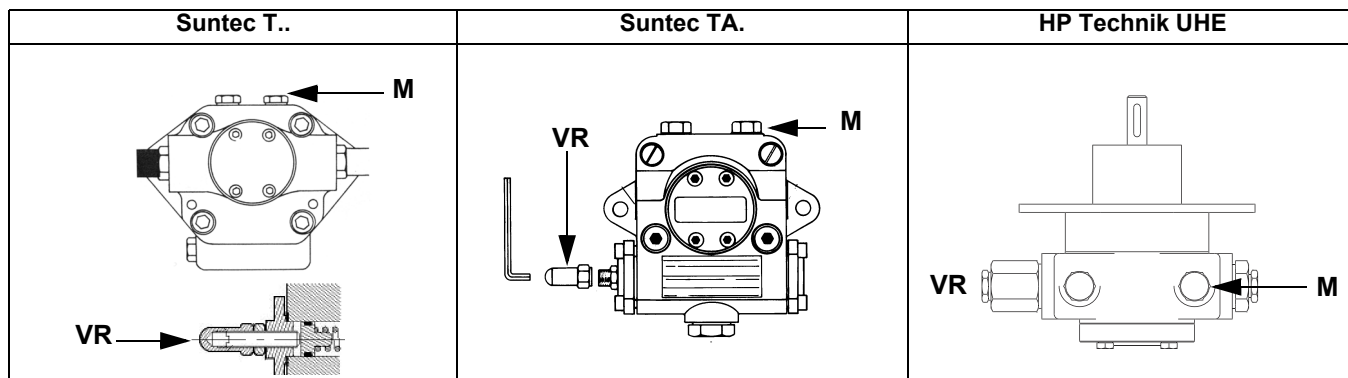
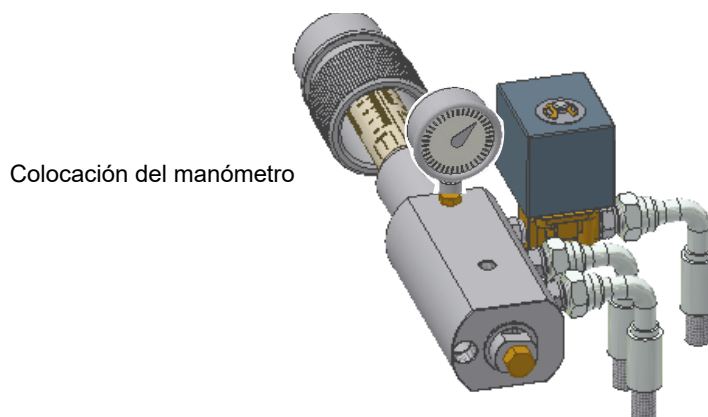

Fig. 16
Fig. 17
- 3 purgar el aire de la conexión (**M**) manómetro de la bomba (Fig. 16), aflojando levemente el tapón, sin quitarlo; luego soltar el contactor;
- 5 La presión de alimentación de la boquilla ya es previamente calibrada en fábrica y no debe ser modificada. Sólo si fuera necesario, regular la presión de alimentación (véase apartado correspondiente) de la siguiente manera: colocar un manómetro en la posición indicada en Fig. 17 intervenir en el tornillo de regulación **VR** de la bomba (véase Fig. 16) hasta obtener una presión en la boquilla.